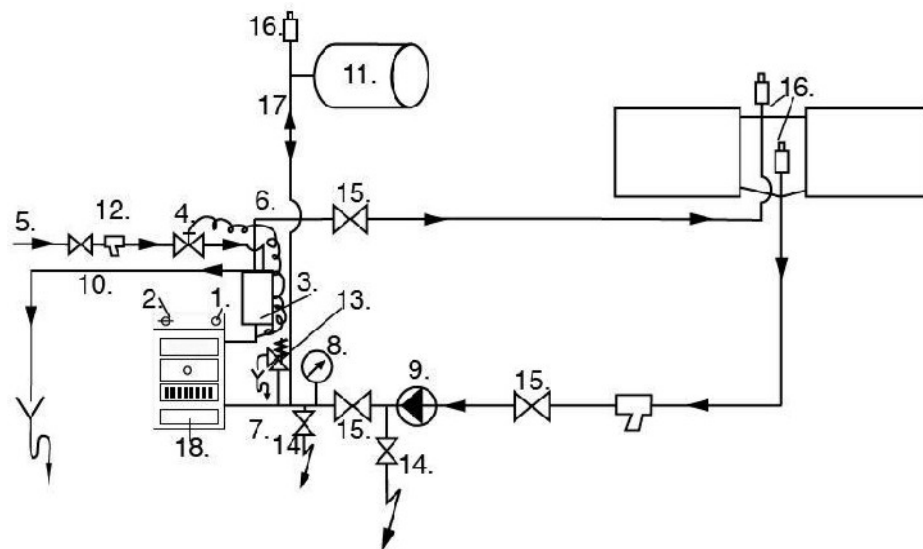

Рис.3А. В случае закрытой системы отопления,
В закрытой системе отопления между котлом и запорными клапанами (15) обязательно установить, как показано на рис. 3А пружинный клапан безопасности (13), диаметром 1", с давлением открывания ниже (например, 3,0 Бар) максимального эксплуатационного давления котла (4 Бар).